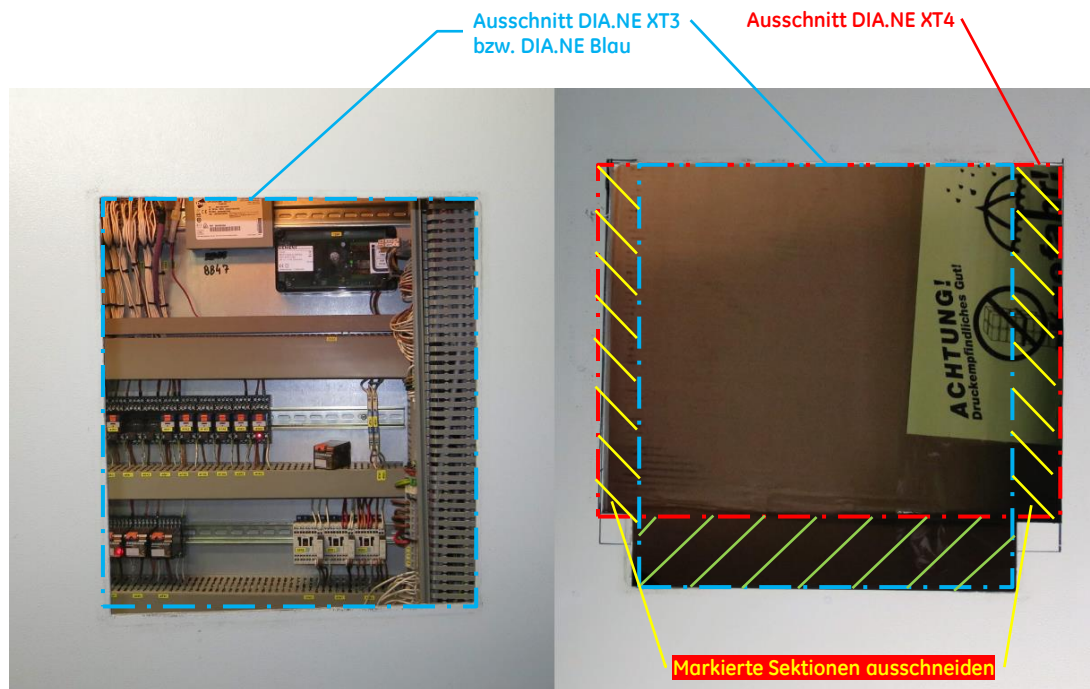

Abbildung 9: Anpassen der Einbauöffnung bei der Umrüstung von DIA.NE XT3 auf DIA.NE XT4
Falls eine Umrüstung von einer DIA.NE XT3 auf DIA.NE XT4 stattfinden soll, muss die Einbauöffnung der DIA.NE XT3 angepasst werden, d.h. es müssen links und rechts Ausschnitte gefertigt werden, damit das Display der DIA.NE XT4 eingebaut werden kann. Da die Einbauöffnung des DIA.NE XT3-Displays höher ist als die der DIA.NE XT4, bleibt ein ausgeschnittener Bereich übrig, der mittels eines Rahmenblechs (TL9020853) abgedeckt werden muss (grün schraffierter Bereich in Abbildung 9).
- ✓ Rahmenblech am bereits bestehenden Ausschnitt (DIA.NE Blau, DIA.NE XT oder DIA.NE XT3) symmetrisch ausrichten, damit nach dem Ausschleifen eine Kontur wie in **Abbildung 9 - rechts** entsteht